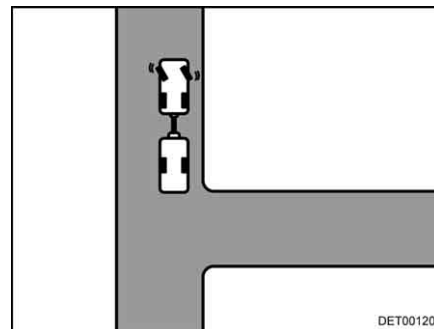

Fig. 17 Braquer à gauche
- Braquer à gauche quand l'attelage est arrêté (Fig. 17).